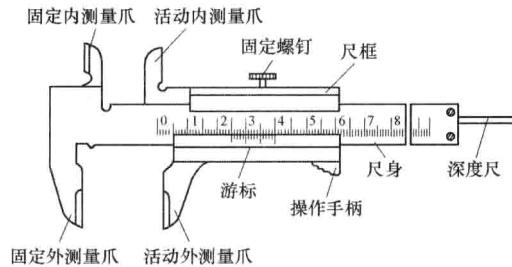

图 1-14 游标卡尺的结构
(1) 结构与工作原理 图 1-14 所示为分度值为 0.02mm 的游标卡尺的结构，它主要由尺身（主尺）和附在尺身上能滑动的游标两部分构成。